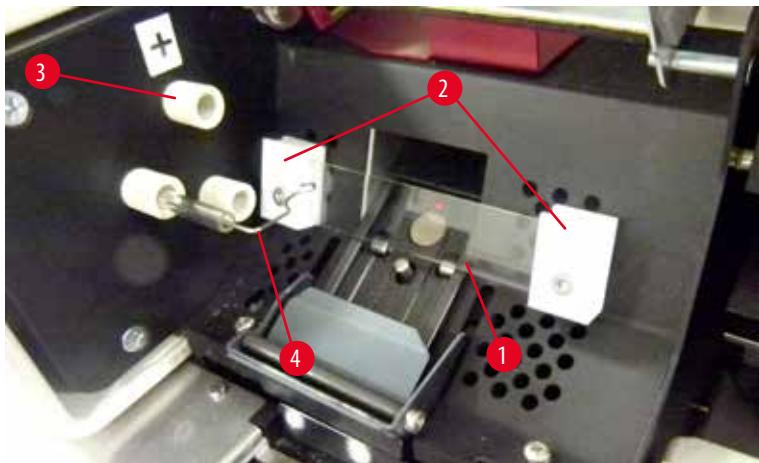

Рис. 20
5. Обязательно снимите контактную пружину (→ "Рис. 19-2")/(→ "Рис. 20-4") с запальной нити лампы-вспышки (→ "Рис. 21-1") (см. также (→ "Рис. 20")).